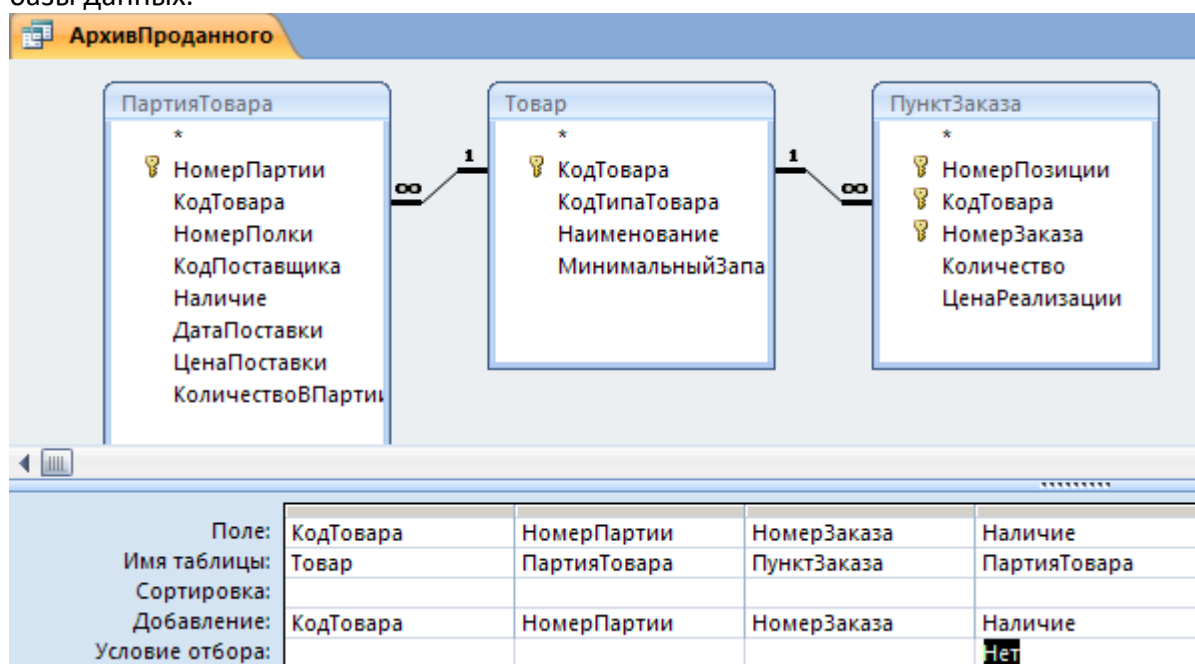

Рис.7. Запрос на ДОБАВЛЕНИЕ
1. Создадим еще раз запрос на выборку для поиска проданных партий товаров (рис.7).